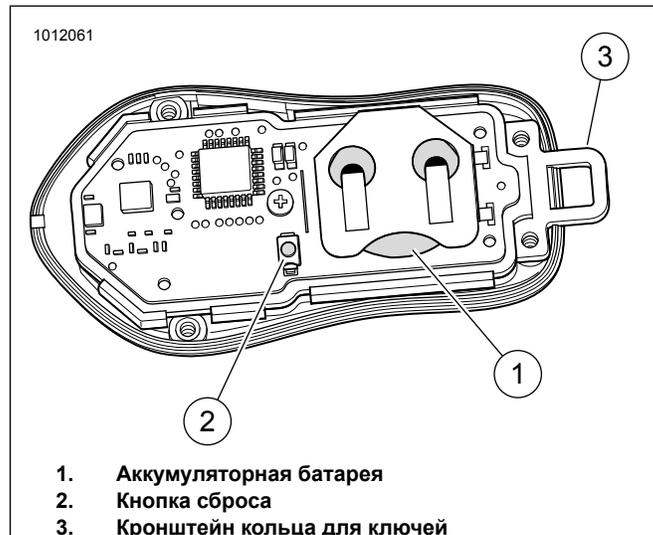

Рисунок 5. Сброс настроек брелока и аккумуляторная батарея
См. рис. 5. При снятии крышки кронштейн кольца для ключей (3) может упасть. Будьте осторожны, чтобы не потерять его.
См. рис. 5. Открутите четыре винта, фиксирующие заднюю крышку брелока. Снимите крышку.
2. См. рис. 5. Нажмите и удерживайте кнопку (2), пока подсветка Spectra Glo на транспортном средстве не пройдет все семь градаций цветов. Продолжайте удерживать кнопку в течение еще 5 секунд, пока подсветка Spectra Glo не пройдет все семь градаций цветов еще раз.
См. рис. 5. Открутите четыре винта на задней крышке брелока. Снимите крышку.